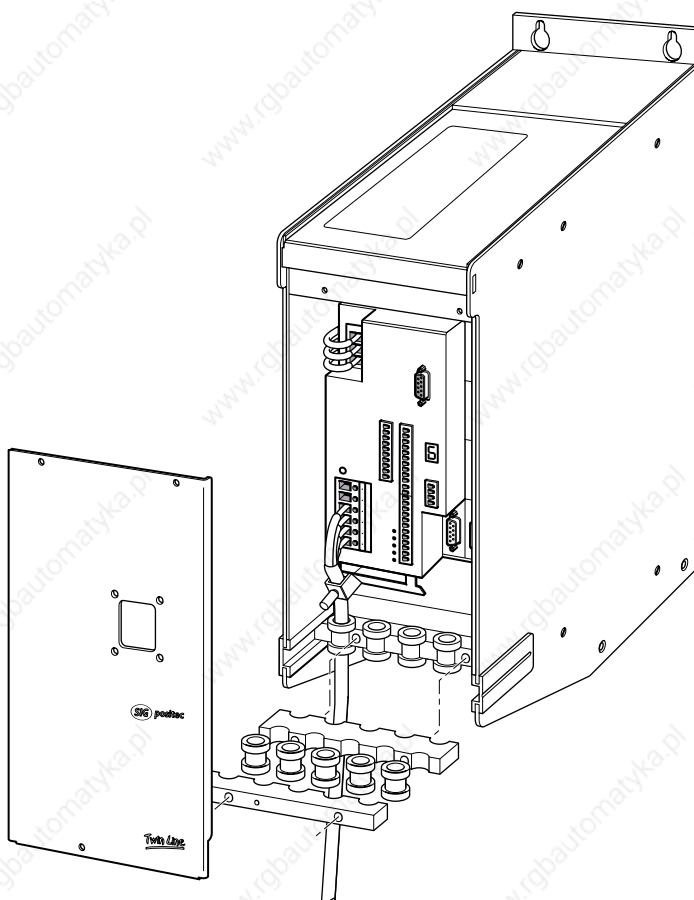

Bild 4.6 Anschlußbeispiel für das TLC51xP-Gerät
- ▶ Montieren Sie die Durchführungstüllen wie in Bild 4.6 gezeigt.